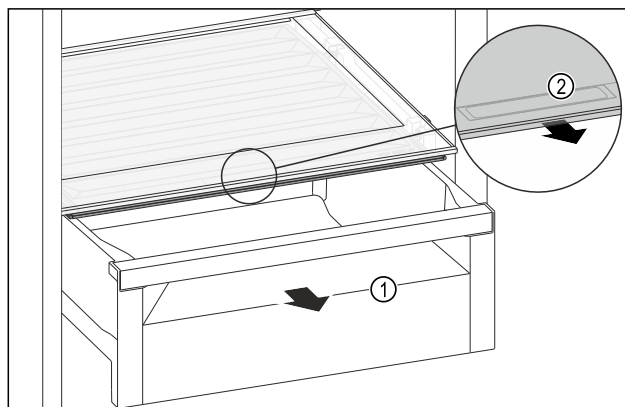

Fig. 104
- Schubfach Fig. 104 (1) herausziehen.
- Griffmulde Fig. 104 (2) am Fachdeckel anfassen und Fachdeckel gleichzeitig nach vorne ziehen.